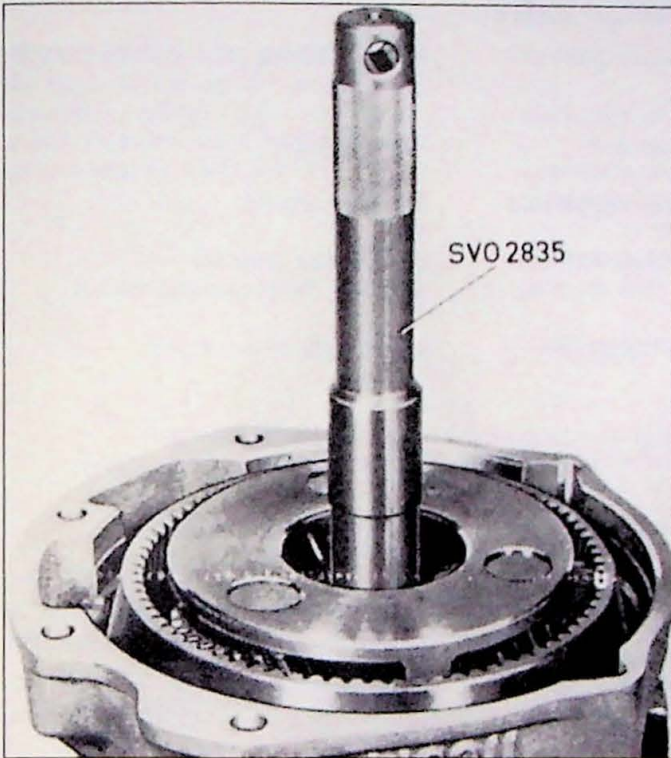

Fig. 7.30. Montage van planeetwiel II.
3. Leg de planeetwielhouder samen met het planeetwiel in de uitgaande as. Breng de spie in de planeetwielhouder en de vrijloopnaaf op zijn plaats met de drevel SVO 2835 (Fig. 7.30).